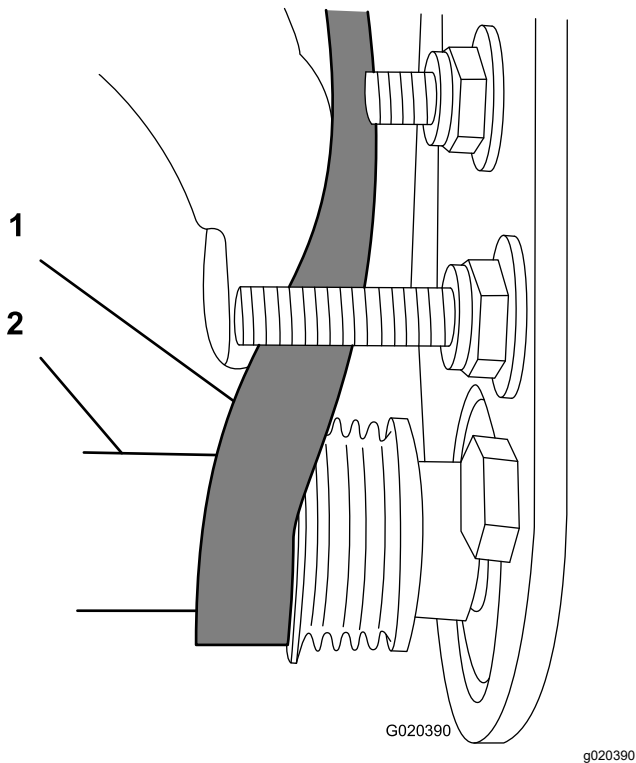

图 27
- C. 使用深套管 9/16 英寸旋转滚筒刷组件并把皮带引入从动皮带轮图 27。